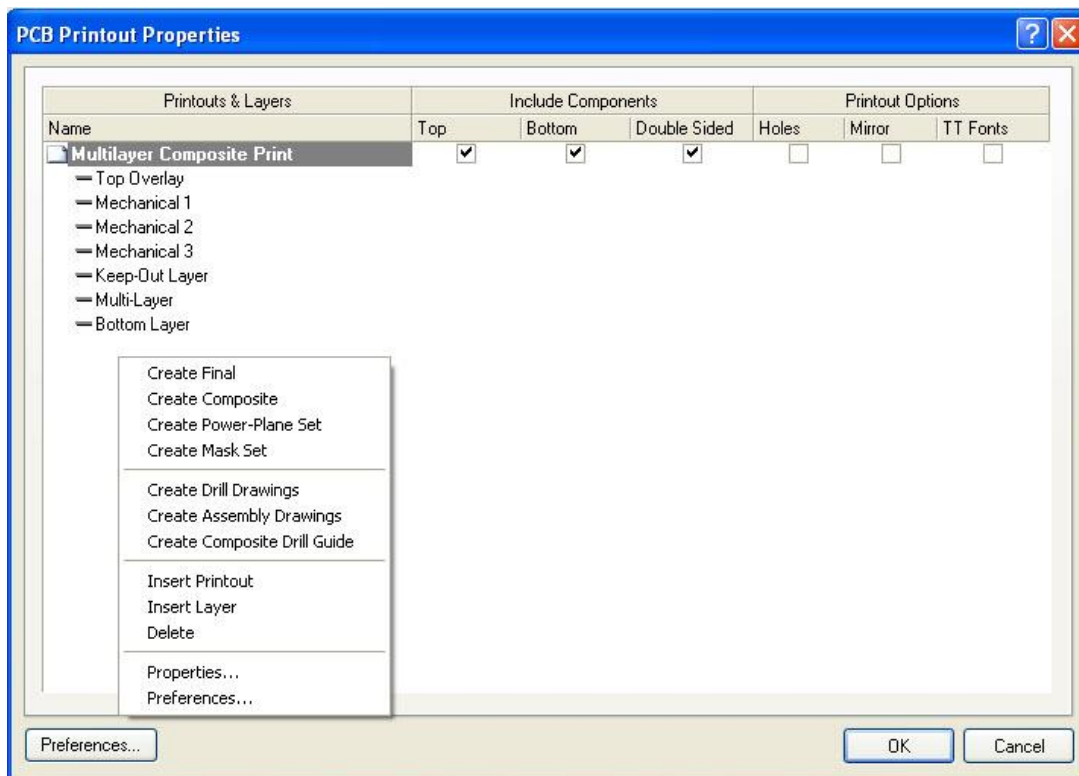

Figura 3.100 Ventana de configuración de PCB Prints
2. Al seleccionar el tipo de impresión deseado se configura sus propiedades. Ejemplo se selecciona **PCB/Prints** y se configuran sus propiedades al dar clic en el botón **Configure**, Se abre una ventana con opciones para seleccionar propiedades y al dar clic en el botón derecho del Mouse se despliega un menú donde se pueden realizar la configuración deseada. Figura 3.100